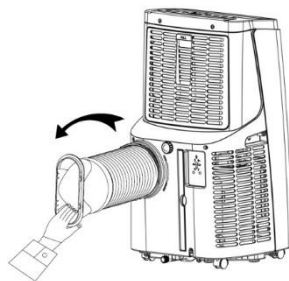

Рис. 2
1. Установка вытяжного шланга (см. рис. 2)
- 2) Вставьте соединительный элемент вытяжного шланга (конец патрубка) в вентиляционное отверстие на задней части корпуса прибора. Накрутите вытяжной шланг против часовой стрелки (как показано на рис. 2).